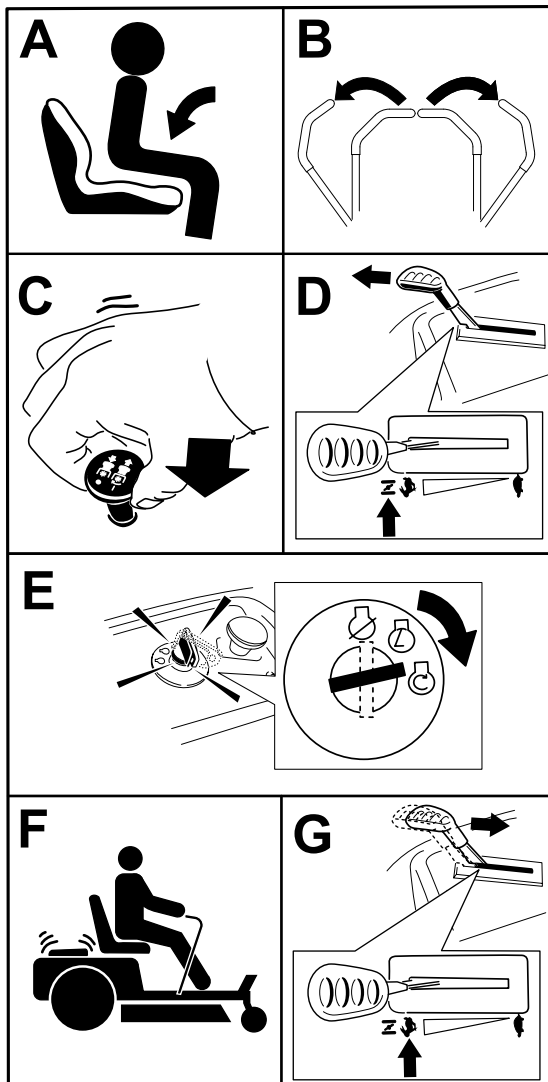

Bild 23
**Hinweis:** Zum Anlassen des Motors müssen Sie ggf. den Hebel gegen den Anschlag in der Choke-Stellung halten, während Sie den Motor anlassen (Bild 23).